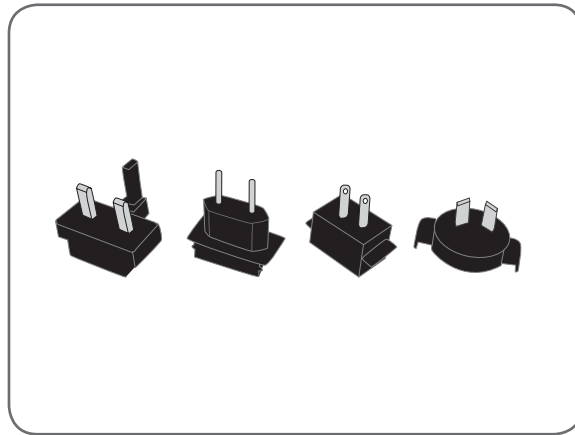

Abbildung 8-1: Austauschbare Stecker des Systemladegeräts
1. Wählen Sie den austauschbaren Stecker aus, der in Ihre Steckdose passt. Im Lieferumfang sind vier Stecker für die USA, die Europäische Union, Australien und Großbritannien enthalten (siehe Abbildung 8-1).